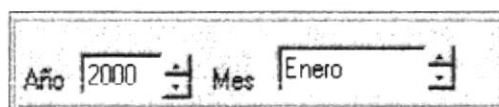

Figura 11.75. Fecha.
- Para configurar el reporte el usuario puede elegir cualquiera de las dos opciones mostradas en la Figura 11.75. Puede mostrar los datos en el reporte de manera horizontal para esto haga click en la opción que dice **Horizontal**; si el usuario desea mostrar los datos del reporte de manera vertical haga click en la opción **Vertical**.